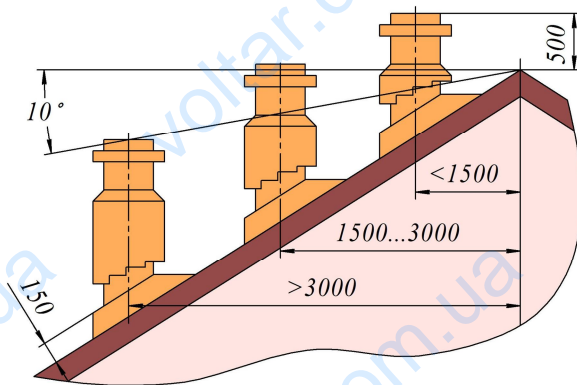

Рис. 5. Высота дымохода над крышей
- **высота дымохода должна быть не менее 5...8 м** (меньшее число – для котлов мощностью 12,5 кВт, большее – 80 кВт, см. табл.1а, 1б) от колосниковой решетки. При прохождении дымохода сквозь не отапливаемое помещение под крышей, его необходимо утеплить. Высоту дымохода, которая выступает над крышей нужно принимать (рис.5):